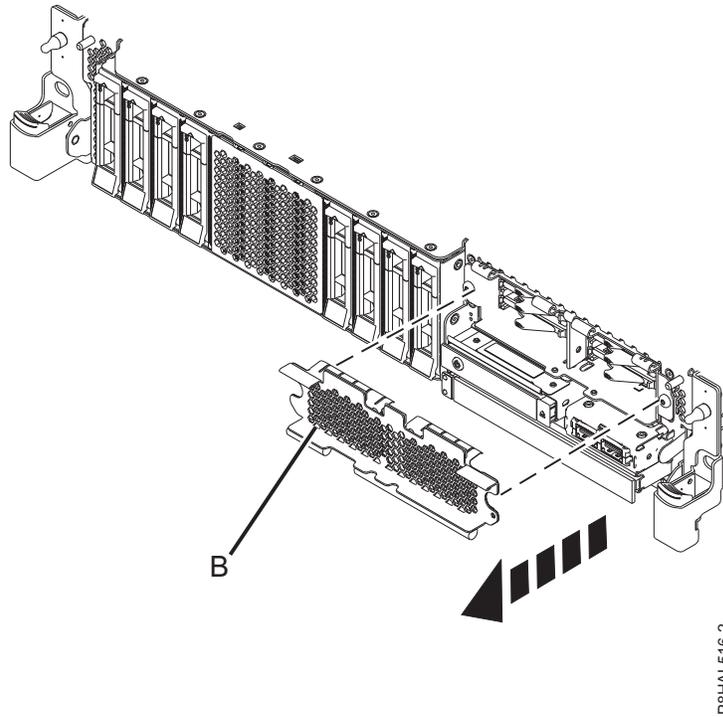

Abbildung 76. SSD-Gehäuseabdeckung für den Zugriff auf die SSD-Steckplätze in einem System mit erweiterten Funktionen abheben
13. Um auf die SSD-Steckplätze zuzugreifen, heben Sie die perforierte Platte (**B**) ab, die das SSD-Gehäuse abdeckt, wie in Abb. 76 auf Seite 84 dargestellt.